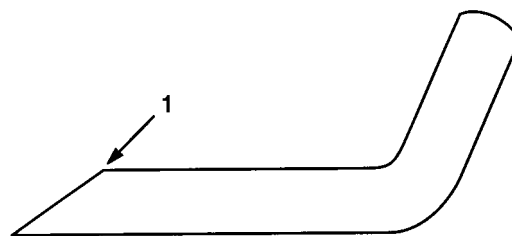

Fig. 18
- Undersøk eggene på alle knivene. Kvesse knivene hvis nødvendig. Du må bare kvesse toppen av eggen og kvesse i samme vinkel for å sikre at kniven holder seg kvass (fig. 18). Kniven holder seg i balanse hvis like mye metall fjernes fra begge egger.